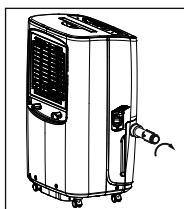

fig. 5
- b. Atornille bien la conexión del drenaje en la parte roscada del conector de drenaje de la unidad. (fig.5&6)